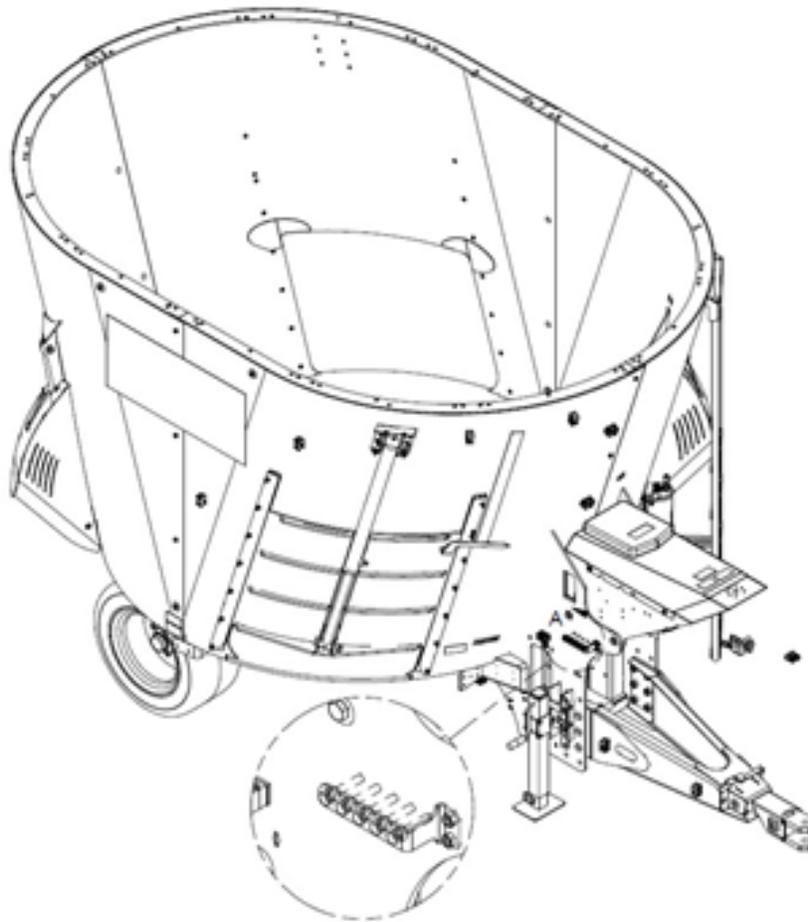

Figure 41 — Emplacement des boulons de sécurité sur les SMARTMIX A280 et A380
3. Installez un nouveau boulon (disponible sur le support des boulons de rechange) (Figure 41) (voir le Tableau 19 — Boulons de cisaillement de la prise de force (PTO) à l'"Annexe A — Tableaux résumés de l'entretien des SMARTMIX" à la page 139) pour connaître le type de boulon de cisaillement à utiliser en fonction de votre modèle de mélangeur).